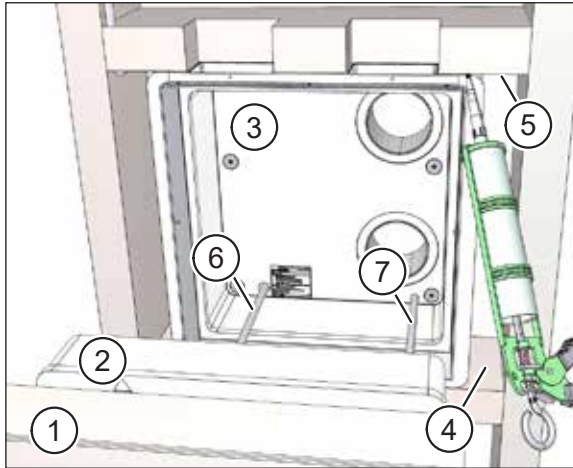

Abb. 48: Mauerkasten einsetzen und fixieren
- ▶ Entfernen Sie den Putzschutzdeckel (Pos. 1 in Abb. 48) und den Schutzdeckel (Pos. 2 in Abb. 48) vom Mauerkasten (Pos. 3 in Abb. 48).
- ▶ Bestreichen Sie die Oberseite des unteren Riegels (Pos. 4 in Abb. 48) und die Unterseite des oberen Riegels (Pos. 5 in Abb. 48) mit Montagekleber.
- ▶ Fädeln Sie das Netzkabel (Pos. 6 in Abb. 48) und ggf. das Steuerkabel (Pos. 7 in Abb. 48) durch die Kabeleinlässe im Mauerkasten.